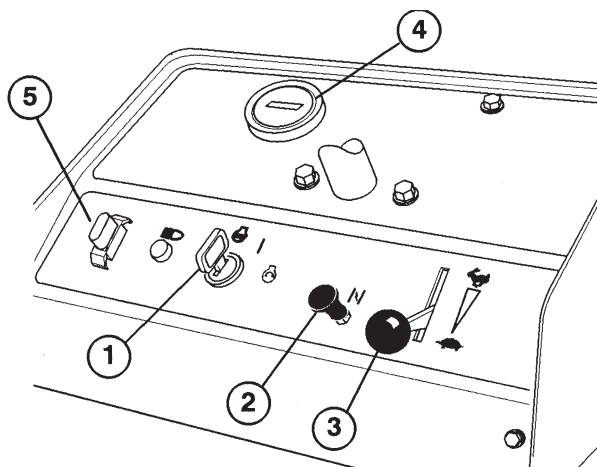

Fig. 6
**Tændingskontakt** (fig. 6)—Tændingsnøglen bruges til at starte og standse motoren. Den har 3 stillinger: AFBRUDT (OFF), KØRSEL (RUN) og START. Nøglen drejes med uret—START-stilling— for at aktivere startmotoren. Så snart motoren starter, skal nøglen slippes. Nøglen bevæger sig automatisk til TILSLUTTET (ON). Motoren afbrydes ved at dreje nøglen mod uret til AFBRUDT (OFF).
**Choker** (fig. 6)—Når man ønsker at starte en kold motor, skal karburatorens gasspjæld lukkes ved at trække chokeren ud til TILSLUTTET (ON). Når motoren starter, reguleres chokeren, så motoren bliver ved med at gå jævnt. Så snart det er muligt, åbnes chokeren ved at skubbe den nedad til AFBRUDT (OFF). En varm motor behøver ikke ret meget eller slet ingen choker.
**Gashåndtag** (fig. 6)—Håndtaget er forbundet med gasspjældsforbindelsen til karburatoren og aktiverer denne. Gashåndtaget har to stillinger: LANGSOMT (SLOW) og HURTIGT (FAST). Motorhastigheden
**Timetæller** (fig. 6)—Registrerer det totale antal timer, motoren har været i brug. Timetælleren starter, når tændingsnøglen drejes til TILSLUTTET (ON).